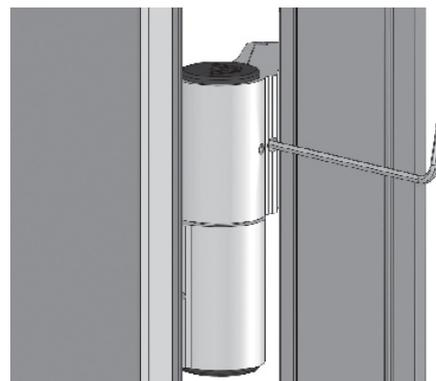

Рис. 36
17.5 Установить и закрепить крышки створных полупетель имбусовым ключом 3 мм (Рис. 36).